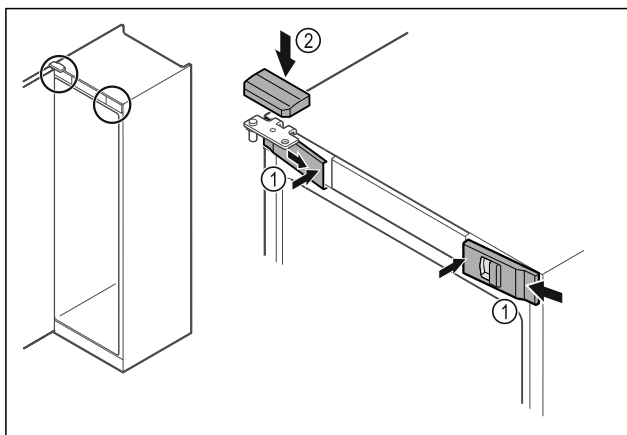

Fig. 45
- ▶ Зацепите сбоку и защелкните передние крышки Fig. 45 (1) с внутренней стороны.
- ▶ Защелкните верхнюю крышку Fig. 45 (2) сверху.